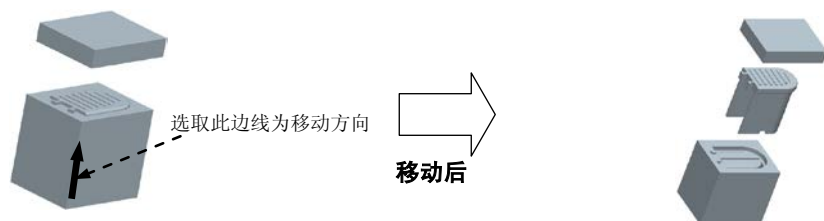

图 9.21 移动下模
Step3. 开模步骤 2：移动下模。输入要移动的距离值-25，移出后的状态如图 9.21 所示。完成下模的开模动作。